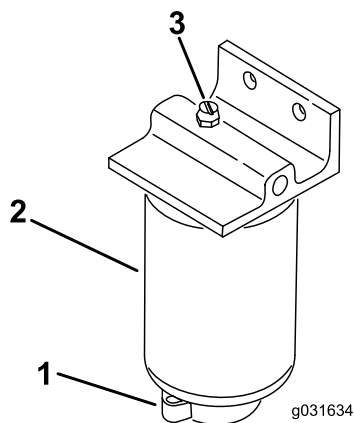

Figura 52
2. Allentate la valvola di spurgo situata nella parte inferiore del filtro (Figura 52).
- Pulite la superficie circostante i supporti del filtro (Figura 52).